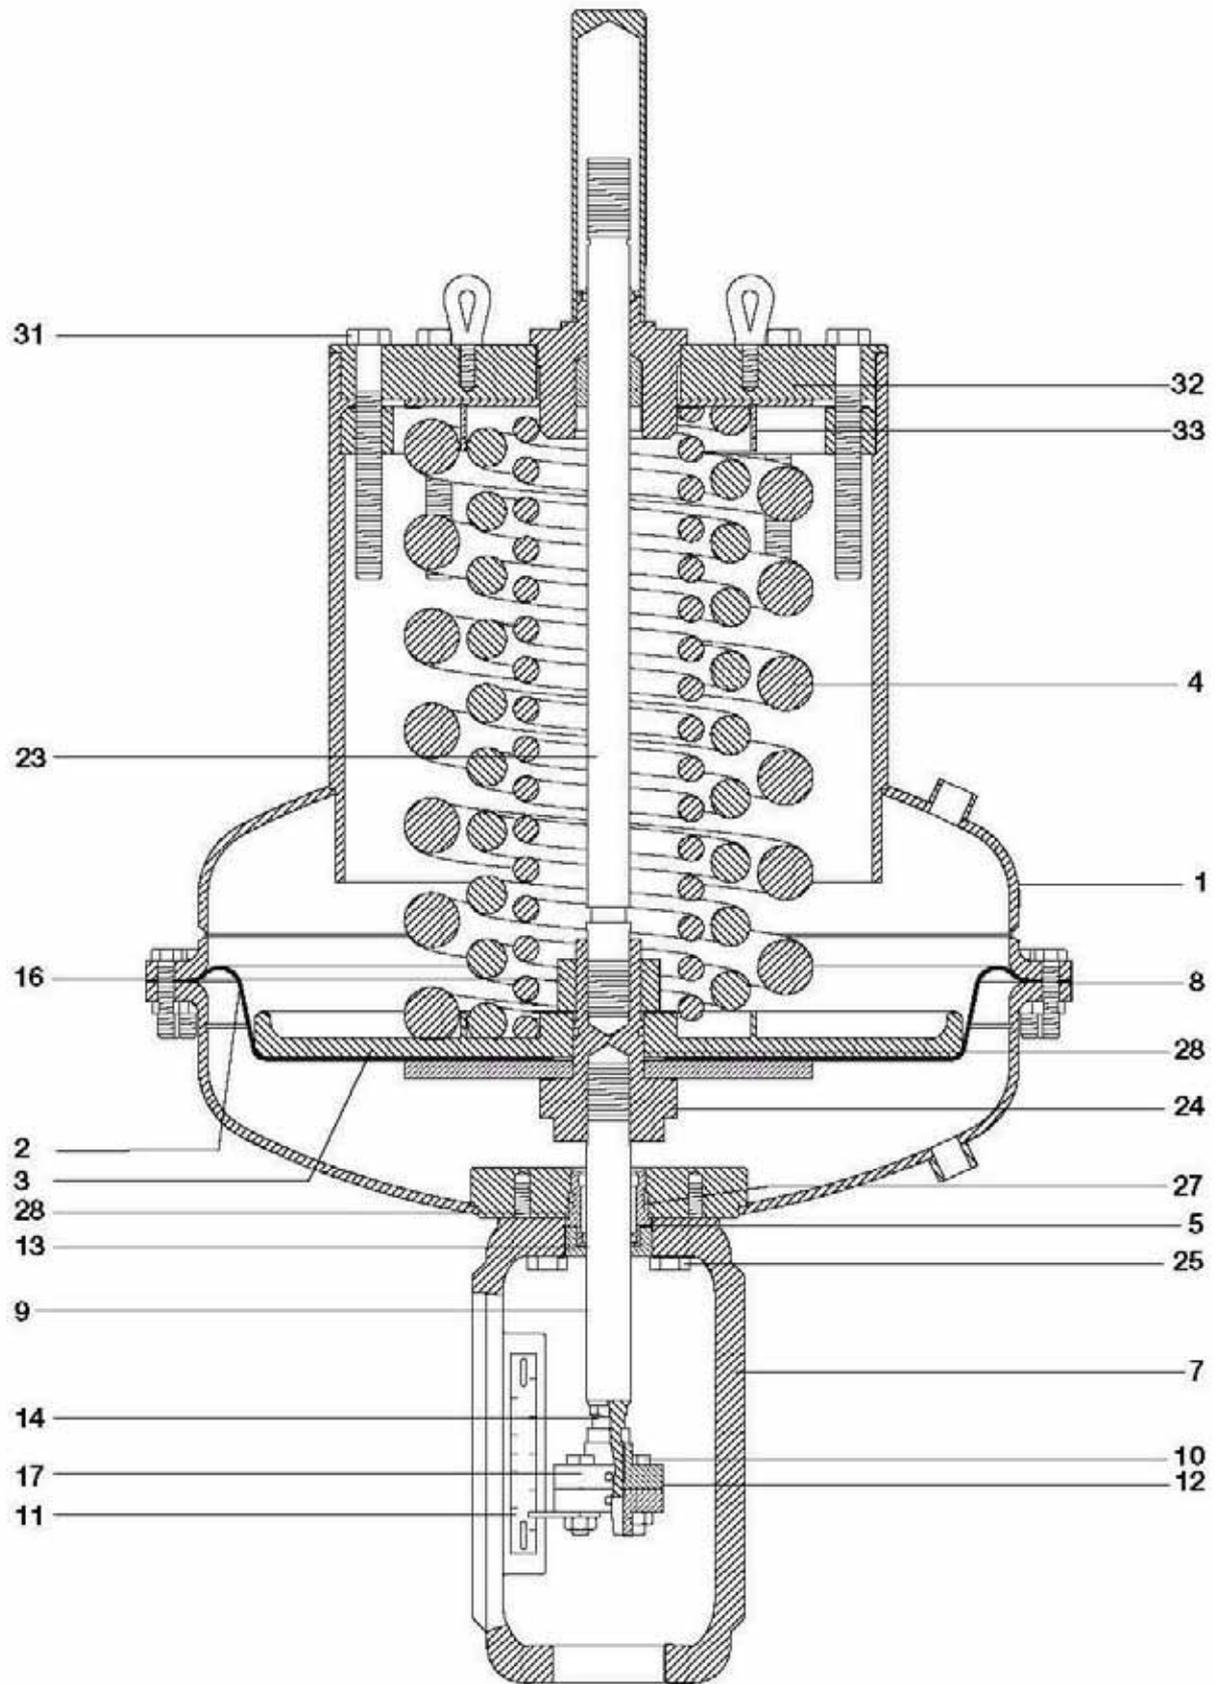

Fig. 11 Série PN1700
5.5 Séries PN1700 (Voir Fig. 11) :